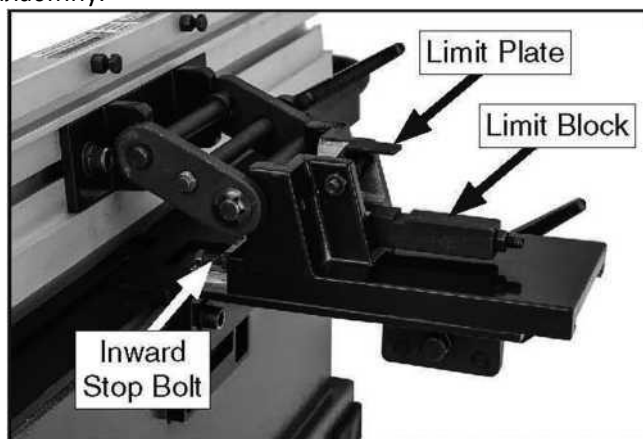

Рисунок 30. Регулировка внутреннего упора.
5. Снимите ограничительный блок с кронштейна параллельного упора и отложите его в сторону (см. рисунок 30).
6. Отрегулируйте внутренний стопорный болт (см. Рисунок 30) до тех пор, пока он не соприкоснется с поверхностью параллельного упора точно под углом 45° внутрь, затем затяните стопорную гайку (там, где болт соприкасается с кронштейном), удерживая стопорный болт на месте. Замените ограничительный блок и установите ограничительную пластину.